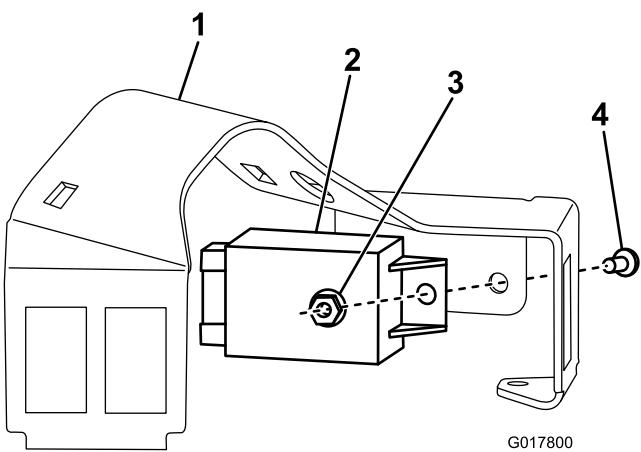

Figura 8
- monte o módulo dos piscas no suporte da coluna com um parafuso (n.º 10-24 x 1/2 pol.) e porca de bloqueio (Figura 8).